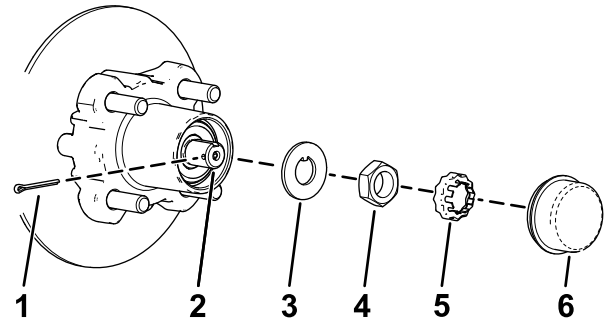
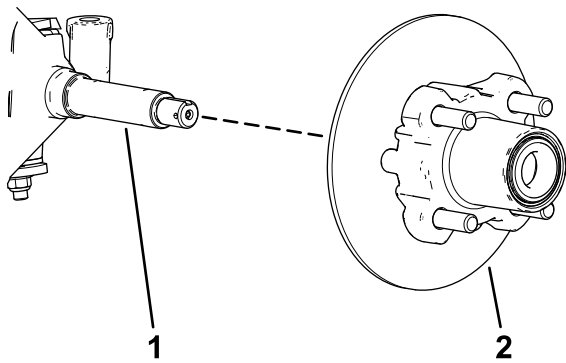

Figure 26
Figure 27
4. Déposez le couvre-moyeu du moyeu (Figure 26).
5. Retirez la goupille fendue et l'arrêt d'écrou de la fusée et de son écrou (Figure 26).
6. Retirez l'écrou de la fusée et déposez l'ensemble moyeu et disque de la fusée (Figure 26 et Figure 27).